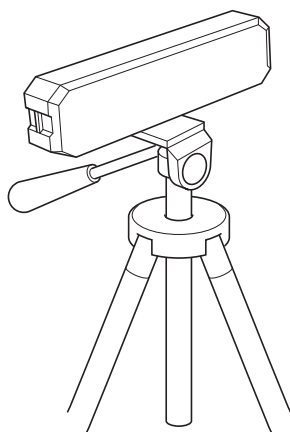

Рис. 3
- Многофункциональное основание имеет стандартную резьбу M6,35 x 1,25 для установки на штатив (не входит в комплект) (Рис. 3). Оно идеально подходит для выравнивания. кухонных шкафчиков, столешниц, оконных рам и т. д.